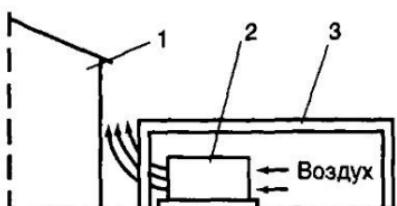

Рис. 85. Затенение компрессорно-конденсаторного агрегата:
34.1. При высокой температуре окружающей среды повышается давление нагнетания и ухудшается работа агрегата. Лучший способ устранения этой неисправности заключается в монтаже агрегата в другом, более прохладном помещении или создании тени над агрегатом. Степень затенения со стороны поступающего потока воздуха должна быть больше размеров агрегата (рис. 85).